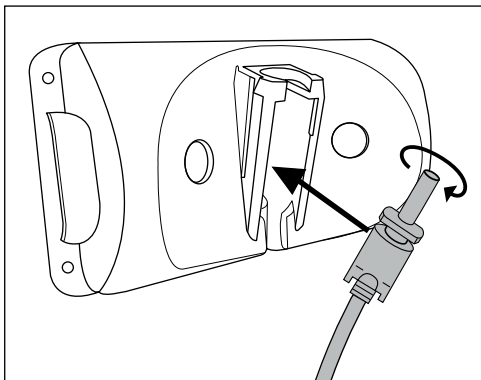

Fig. 1
- 1) Sæt hulstikket **5** til strømforsyningen **4** ind i vægholderen **3** som vist på den efterfølgende tegning. Fastgør hulstikket **5** ved at dreje det (se fig. 1).